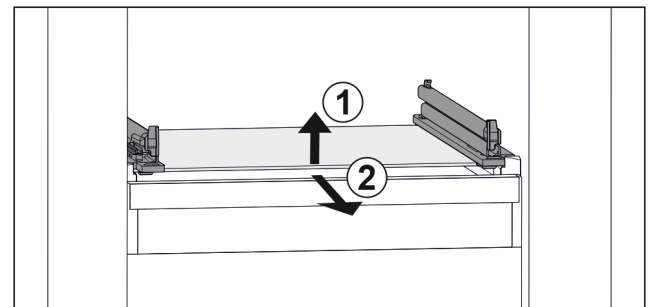

Fig. 93 Beispielhafte Darstellung der Glasplatte
- ▶ Glasplatte vorne anheben. Fig. 93 (1)
- ▶ Glasplatte nach vorne entnehmen. Fig. 93 (2)